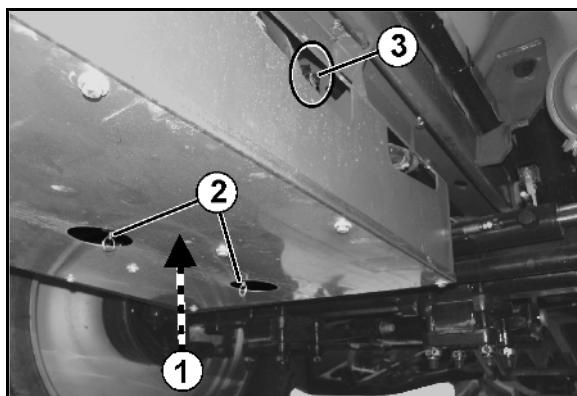

Fig. 141
1. Undersøg støvmanchetter eller foldebælge (Fig. 141/5) for skader.